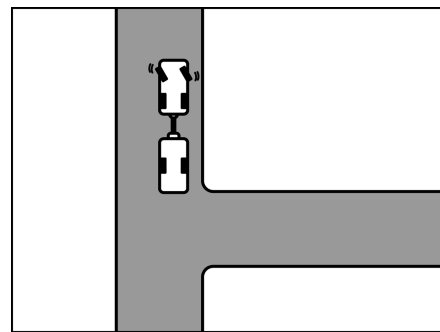

Bild 10 Links einschlagen
- Bei stehendem Gespann nach links einschlagen (Bild 10).